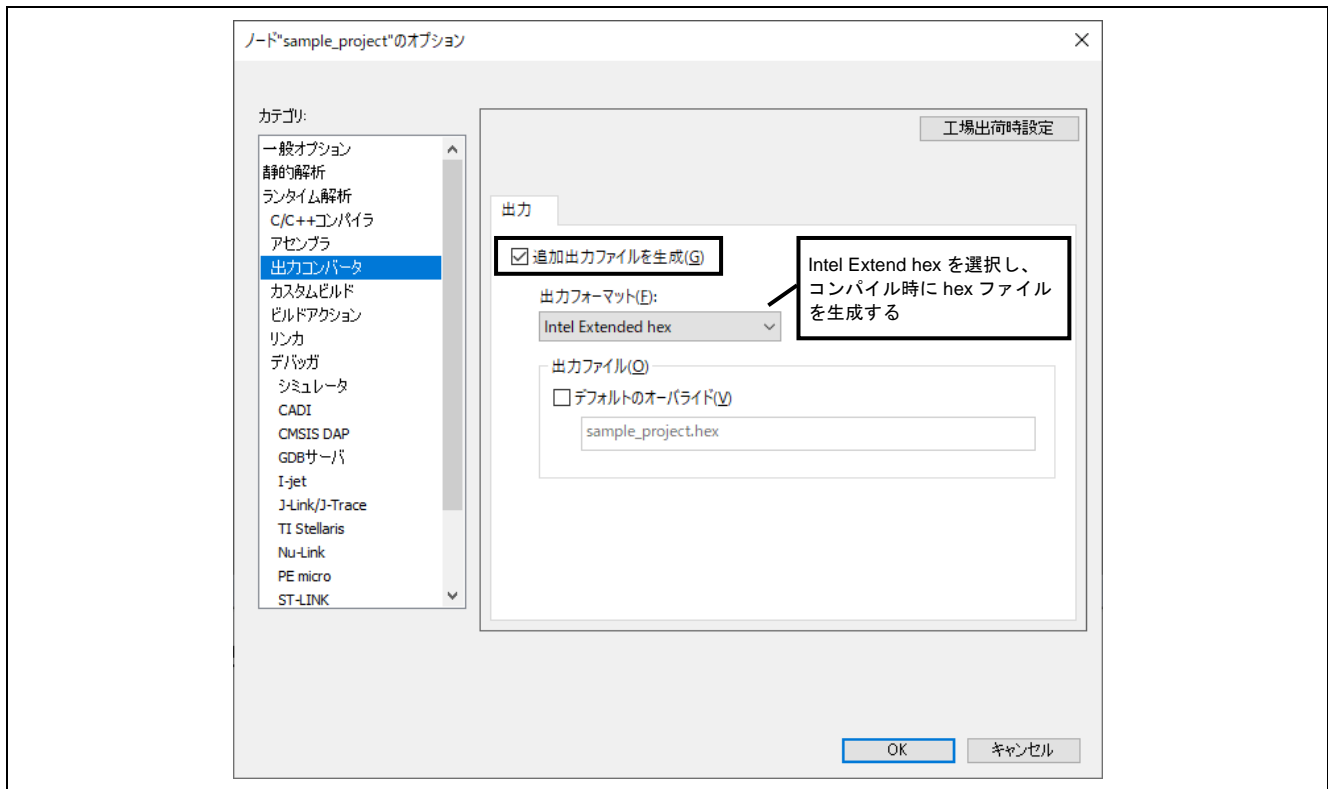

図 22 出力コンバータ
4. 同じく[オプション]メニューの[カテゴリ]から[出力コンバータ]を選択します。図 22 に示すように、[追加出力ファイルを生成]をチェックして[出力フォーマット]オプションを[Intel Extended Hex]に設定します。